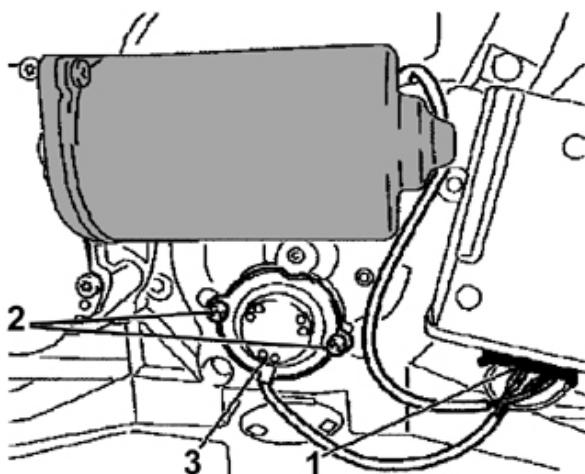

Fig. 1
- Smontare il potenziometro. A tale scopo estrarre il connettore elettrico F9 □ 34 (v. fig. 1 punto 1). Quindi smontare le viti (v. fig. 1 punto 2) e togliere il potenziometro (v. fig. 1 punto 3).